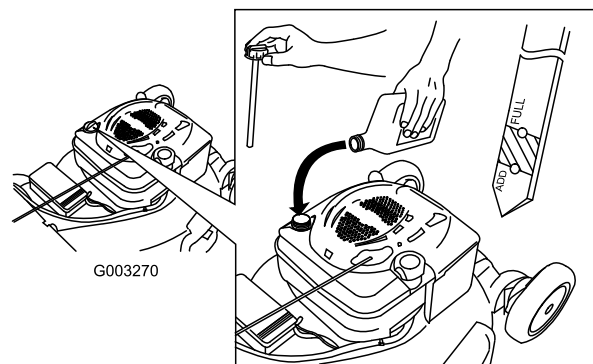

Figure 49
4. Versez de l'huile **lentement** dans le goulot de remplissage pour faire monter le niveau de liquide jusqu'au repère du plein (Full) sur la jauge (Figure 49). **Ne remplissez pas excessivement.** (Remplissage max. : 0,59 l (20 oz), type : huile détergente SAE 30W de classe de service API SF, SG, SH, SJ, SL ou supérieure.)